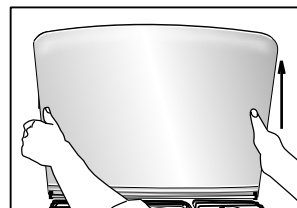

Figura 2
- 3.- Coloque sus manos a la mitad del capelo y levántelo cuidadosamente para que pueda salir de la ranura. (Figura 2).